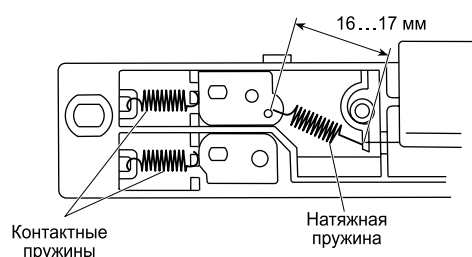

Рис. 4. Положение пружины при установке провода коротрона
- установите новый провод коротрона. Провод не должен иметь деформаций и скручиваний. Не касайтесь рабочей зоны коротрона. Когда провод растянут, длина натяжной пружины должна находиться в пределах 16...17 мм (см. рис. 4);
Если при копировании аппарат стал выдавать светлые копии, в первую очередь очистите от тонера и бумажной пыли контактные пружины коротрона переноса (см. рис. 4). Для этого выньте из аппарата корпус коротрона переноса, как было рассказано выше, а также проверьте, не понизилось ли напряжение смещения экранной сетки, которое должно находиться в пределах 635 В. Если это не даст положительного результата, проведите регулировку уровня экспозиции копии, выполнив тестовую команду №46: – CLEAR – INTERRUPT – O – INTERRUPT – 46 – COPY – (подробное описание работы тестовой команды напечатано в журнале РЭТ №8 за 2002 год). Если и эта регулировка не устранила дефект копии, то должны быть проведены следующие регулировки: